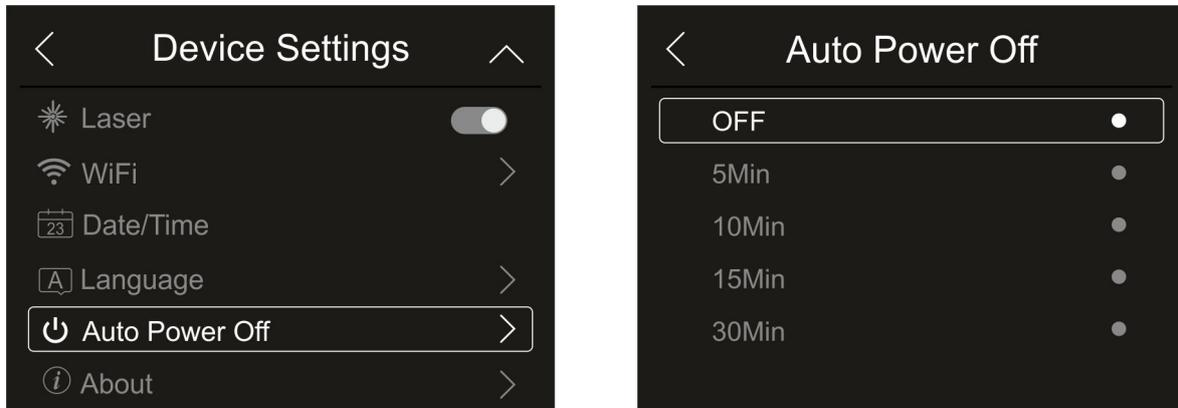

Fig. 20: Configuração de desligar automaticamente
1. Clique em “Auto Power Off” para definir o tempo de desligar automaticamente do equipamento. O ecrã da Fig. 20 - lado direito é exibido: